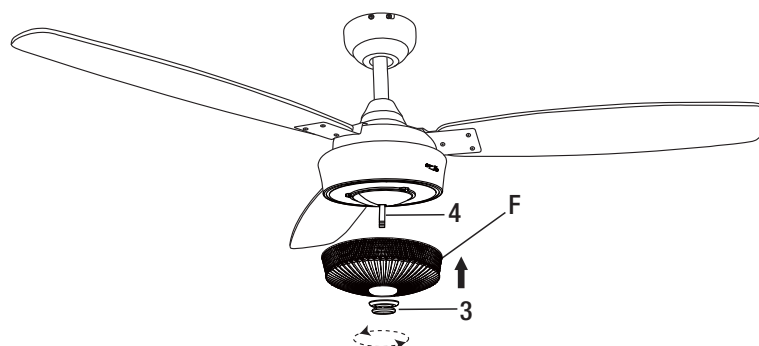

Figura 17
- Retire el tapón de remate (3) de la varilla roscada (4) en el kit de luces. Levante la pantalla de la lámpara (F) sobre la varilla roscada en el kit de luces. Atornille el tapón de remate en la varilla roscada del kit de luces para fijar la pantalla de la lámpara (F) (Figura 17).